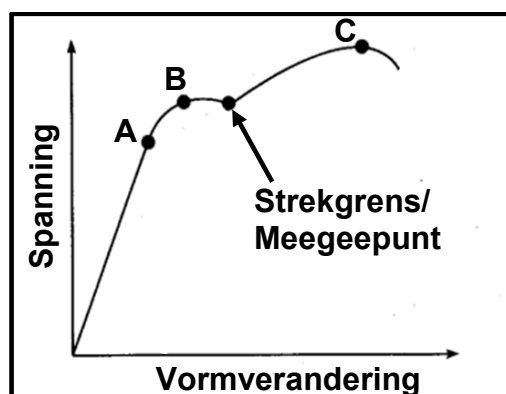

FIGUUR 8.2
- 8.2 FIGUUR 8.2 hieronder toon 'n eenvormige balk wat deur twee vertikale steunpunte, **A** en **B**, ondersteun word. TWEE vertikale puntbelastings en EEN eenvormig verspreide las (EVL) word op die balk uitgeoefen.